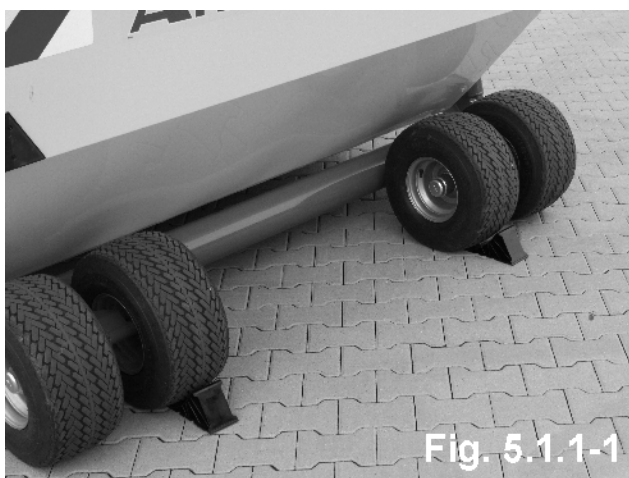

Fig. 5.1.1-1
- Attachez l'œillet d'attelage (fig. 5.1.1/1) de la machine à la chape d'attelage (fig. 5.1.1/2) du tracteur ;